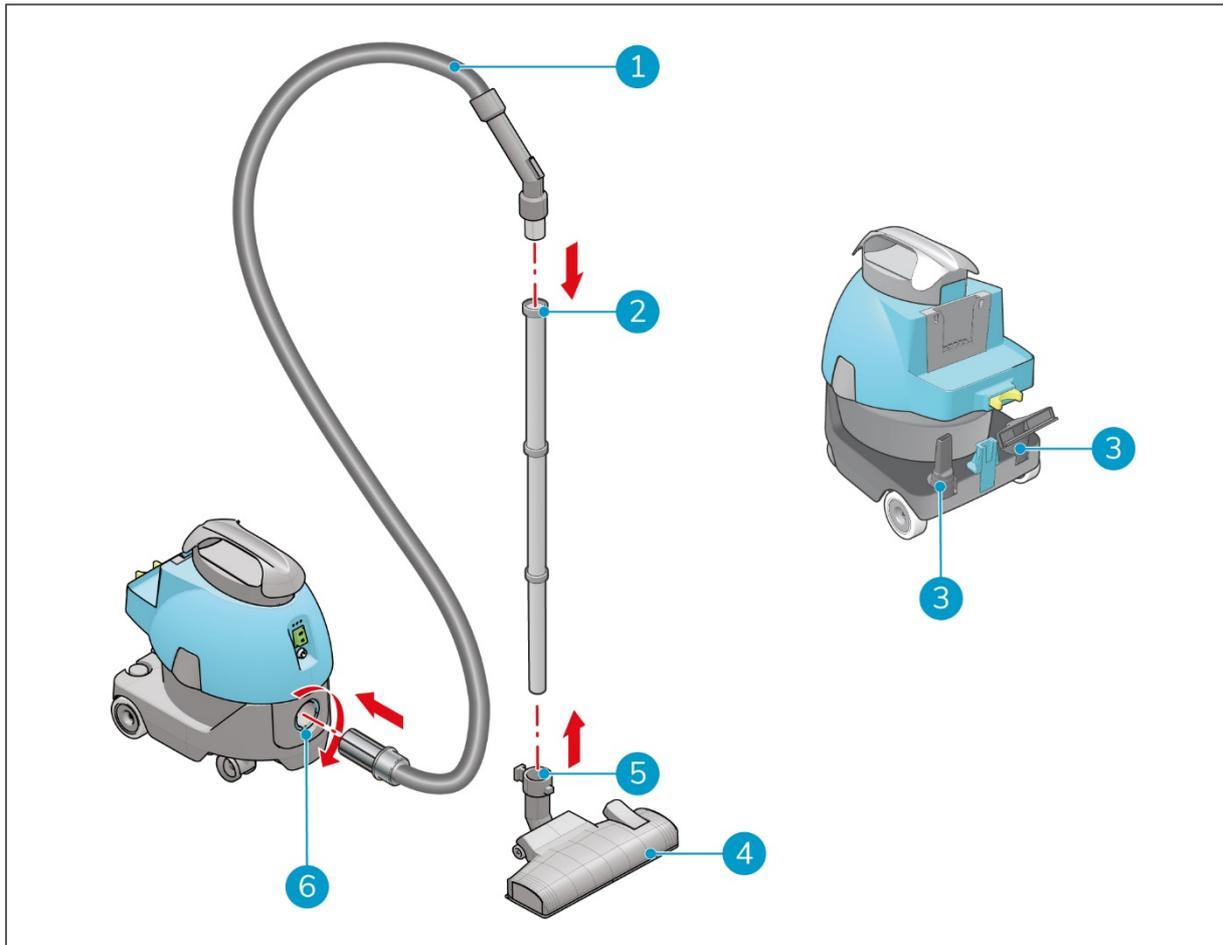

Figure 8
1. Insérez le tuyau (Figure 8, pos. 1) dans le raccord de tuyau (Figure 8, pos. 6).
3. Insérez le tuyau dans le manche (Figure 8, pos. 2).
4. Fixez la brosse pour sol standard (Figure 8, pos. 4) sur l'embout fin du manche (Figure 8, pos. 5).
5. Placez le suceur plat et la brosse d'ameublement sur les supports (Figure 8, pos. 3).